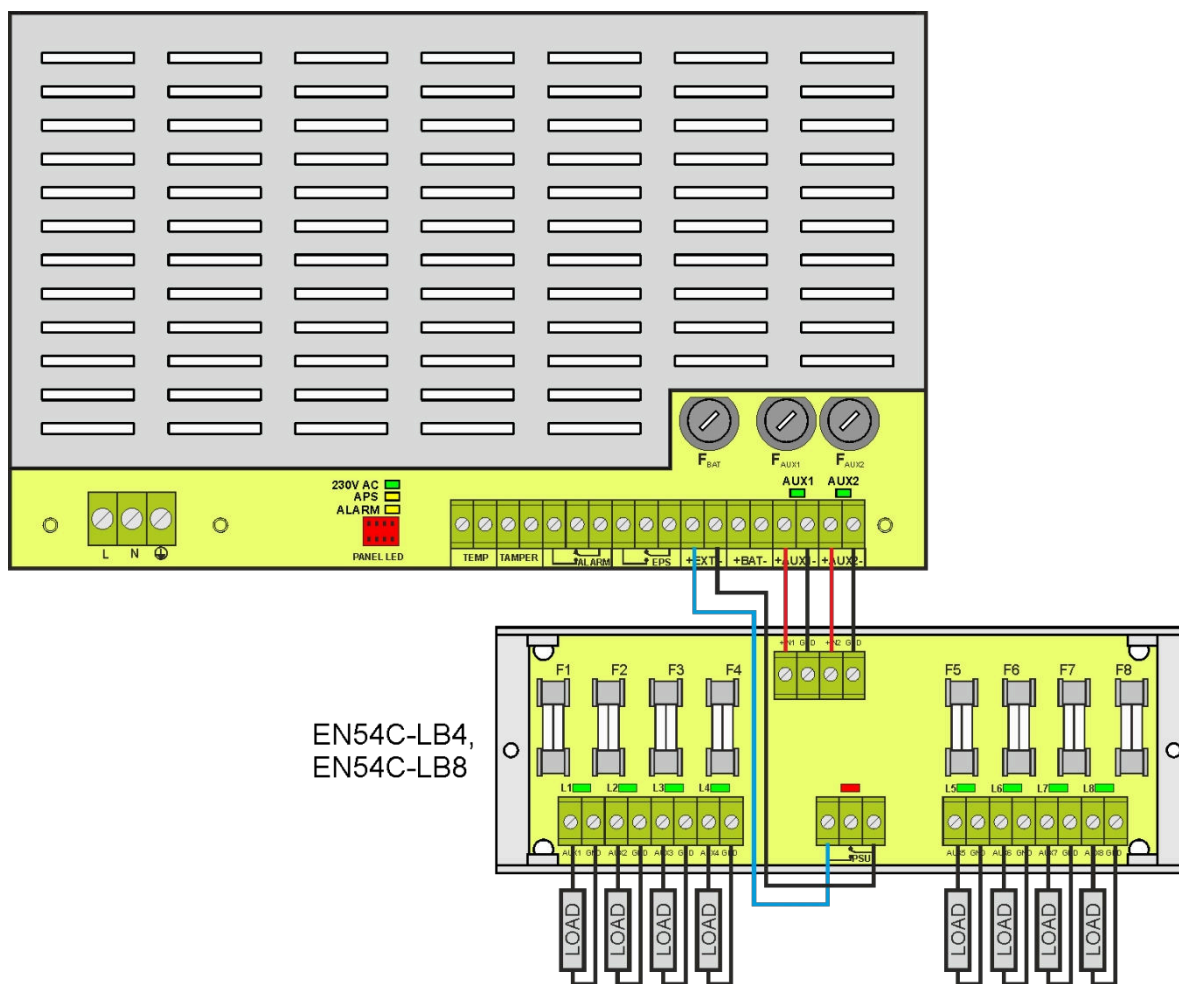

Fig. 11. Exemple de connexion avec le module fusible EN54C-LB8.
- la commutation de la sortie relais du bloc d'alimentation dans un état sans tension (contacts comme dans la figure 11).